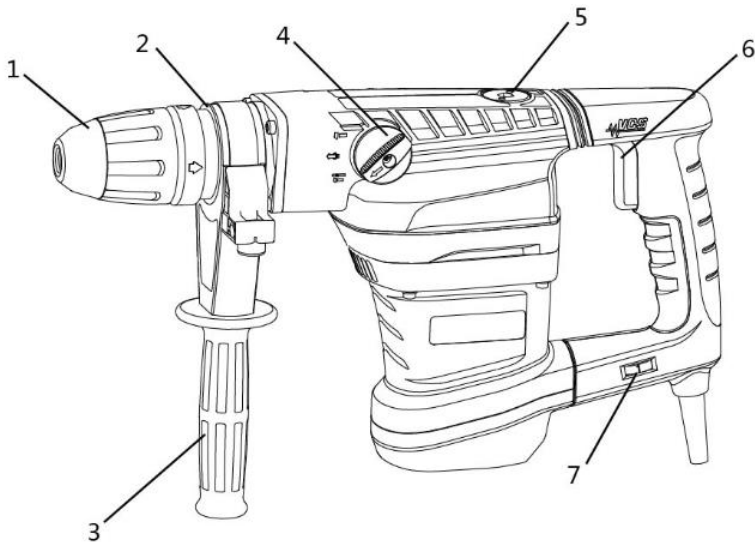

Рисунок 1
4.2 Для увімкнення виробу натисніть на курковий важіль перемикача (6) (рис.1). Для відключення виробу слід курок відпустити.